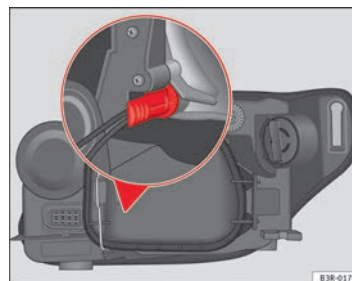

Abb. 201 Standlicht. Halter des Lampenträgers in senkrechter Stellung
- Die Glühlampe am Sockel so einsetzen, dass der Halter des Lampenträgers zur Wand in senkrechter Stellung bleibt ⇒ Abb. 201, und Druck auf den Sockel ausüben.